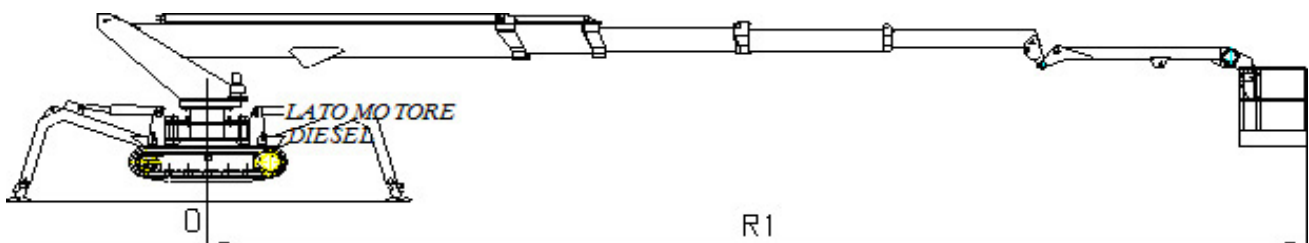

Fig. 5.6
- et la distance entre le centre de rotation de la sellette d'attelage et le bord du panier (R1, voir Fig. 5.6) est égale à la valeur relative indiquée sur le graphique de la zone de travail avec une tolérance de 30 cm.